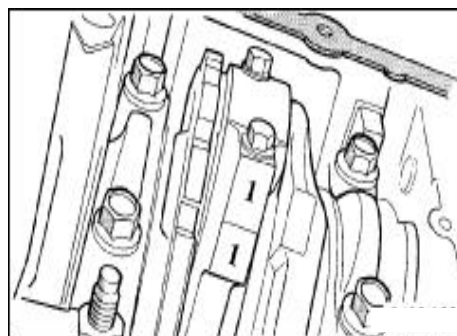

图. 83 连杆大头与气缸的标记
(2) 活塞和连杆必须拆卸, 旋转曲轴将连杆置于中心。
(3) 拆卸连杆螺栓。
(4) 安装连杆导管专用工具, 保护曲轴表面(图. 83)小心地压活塞连杆总成到气缸。
(5) 拆卸专用工具, 连杆导管和重新安装轴承盖螺栓。